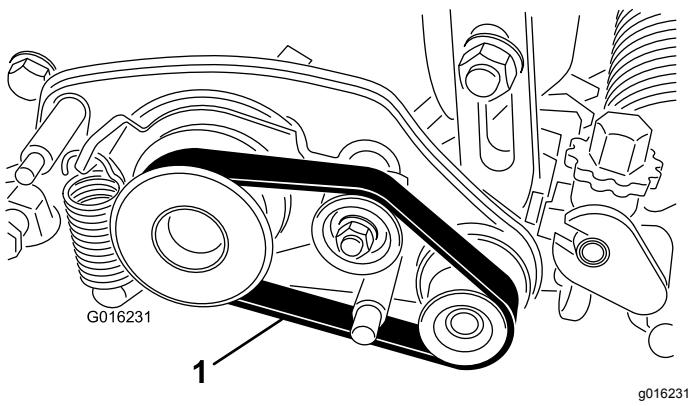

Bild 16
36. Verlegen Sie den Riemen über die Antriebsriemscheibe, die Spannscheibe und die angetriebene Riemscheibe, wie in **Bild 16** dargestellt.